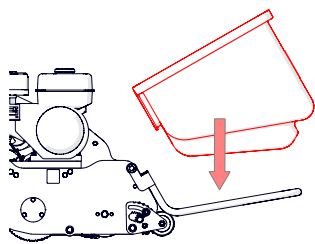

Fig. 2B - Colocación de la bolsa recogedora
1. **Coloque la bolsa recogedora;** baje el bastidor de la bolsa recogedora hacia la parte delantera de la máquina (Fig. 2A). Levante la bolsa recogedora, colóquela sobre dicho bastidor (Fig. 2B) y retire cualquier resto del envoltorio de plástico.